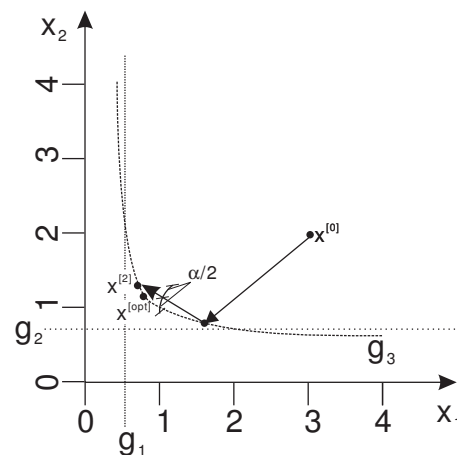

Abbildung 8: weitere Iterationen
Aktive NB?  $g_3$  immer noch aktiv (Abb. 8)
- nach weiteren Iterationen — Abb. 8